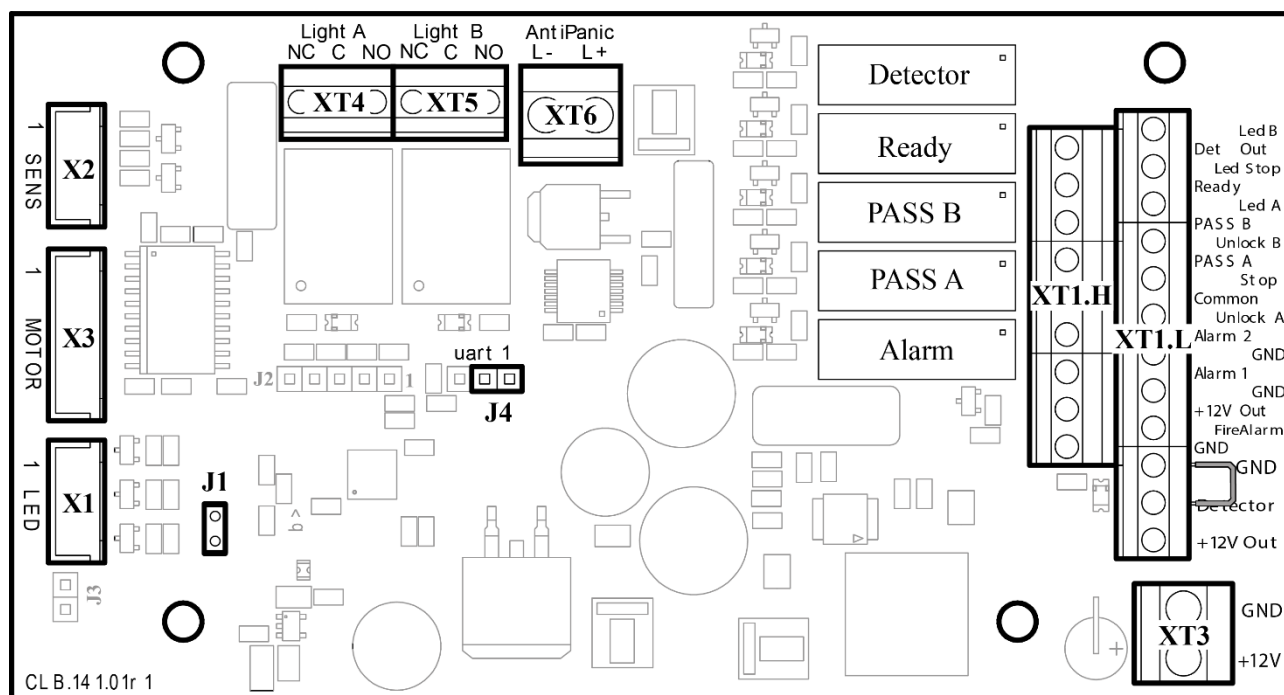

Рисунок 5. Внешний вид платы управления
ПДУ подключается к плате управления гибким многожильным кабелем (12) через клеммную колодку **XT1.L** (см. рис. 5 и 11).
Изменить ориентацию ПДУ относительно установки турникета (если по месту установки турникет обращен к оператору не лицевой, а тыльной стороной) можно, поменяв местами провода от ПДУ, подключаемые на контакты *Unlock A* и *Unlock B*, а также *Led A* и *Led B* соответственно (см. рис. 5 и 11).
Общий вид платы управления показан на рис. 5.
Подключение указанных устройств производится с помощью кабеля (5) к соответствующим клеммным колодкам **XT1.L** и **XT1.H** платы управления в соответствии со схемой электрических соединений (см. рис. 5 и 11).
Обозначения установленных на плате управления клеммных колодок и назначение их контактов показаны на рис. 5.
Факт срабатывания/отпускания реле *PASS A*, *PASS B*, *Ready*, *Detector* и *Alarm* можно определить по загоранию/гашению красных индикаторов, которые установлены вблизи указанных реле (см. рис. 5).
Режим управления определяется наличием переключки на разъеме *J1* (расположение разъема *J1* показано на рис. 5 и на наклейке, расположенной на внутренней поверхности крышки с блоком индикации (2): переключка установлена – импульсный режим управления, переключка снята – потенциальный режим управления). При поставке переключка установлена.